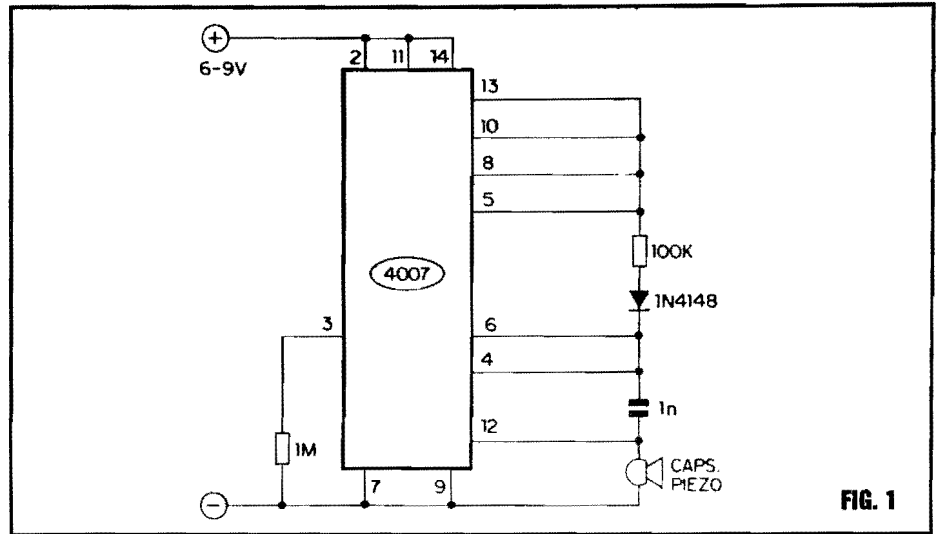

FIG. 1
- FIG. 1 - DIAGRAMA ESQUEMÁTICO DO CIRCUITO - O mencionado Integrado C.MOS é um 4007, que contém somente um simples inversor, mais dois pares complementares de transistores de efeito de campo, de tecnologia Óxido Metálico de Silício (a própria “raiz” dos C.MOS...). Esse singelo conteúdo, pelo elevado ganho dos seus “componentes”, pode ser facilmente levado a oscilar, numa configuração bastante próxima da já estudada, quando vimos os arranjos ASTÁVEIS com *gates* C.MOS...